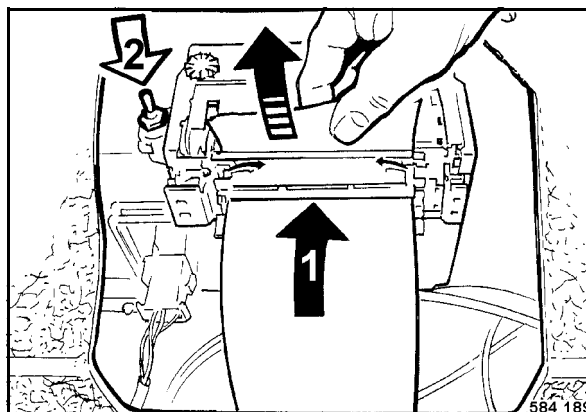

Fig. 101
- Colocar un nuevo rollo de papel (Fig. 101).
- Insertar el papel en el alojamiento (1) en la impresora.
- Accionar la tecla basculante (2) en el sentido de la flecha hasta el papel sale del mecanismo de impresión.